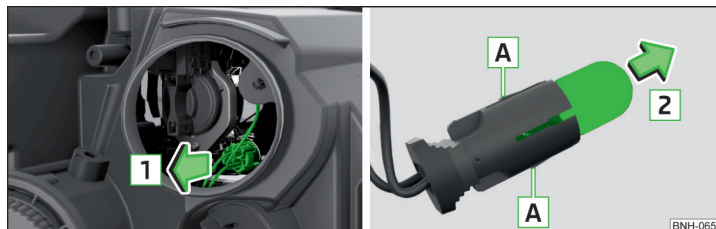

Fig. 270 Înlucuirea becului luminii de poziție
- › Scoateți dulia împreună cu becul, prin mișcări pendulatorii, în sensul săgeții **1** » fig. 270.